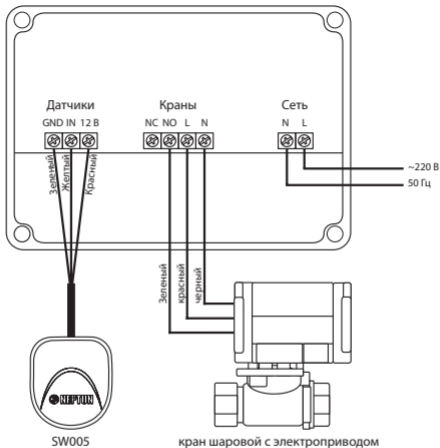

Рис.2 Схема подключения кранов шаровых с электроприводом серии НС 220 В к модулю управления Neptun Base
К модулю управления Neptun Base подвести фазу и ноль согласно схеме подключения (рис. 2, 3, 4).
2. Выполните соединение проводов в соответствии со схемой подключения, в зависимости от того, какие краны с электроприводом вы используете (рис. 2, 3 или 4);